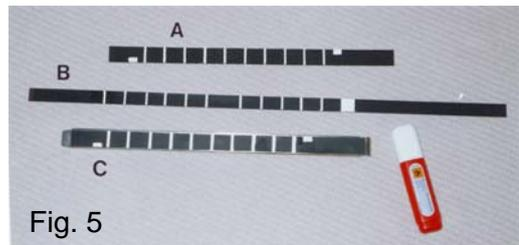

Fig. 5
Anfang und Ende der Reihe werden mit einem breiteren Strich (~5 mm) von etwas weniger als halber Höhe gezeichnet (Fig. 5 A und C). **Diese Anfang- und Endmarkierungen bestimmen zugleich die Position der ersten und letzten Fraktion in der Reihe.** Nach der Endmarkierung bewegt sich der Wagen sich zur nächsten Reihe und beginnt die erste Fraktion der neuen Reihe. Die genaue Position der Fraktionsnahme ist etwa 2 mm hinter der ersten Kante der weissen Linien.
Ähnlich wie der Fraktionsabstand, wird auch der Reihenabstand bestimmt. Die weissen Linien werden auf den längeren und schmalen Kodierungsstreifen in den vorher gemessenen Reihenabständen gezeichnet (Fig. 5 B). Die Linie, die der Position der letzten Reihe entspricht, wird nach hinten dicker gezeichnet (ca. 1 cm). Nach Ablesen von diesem Signal schaltet sich das Gerät nach Aufnahme dieser letzten Fraktionsreihe automatisch aus.
- Ziehen Sie den Kodierstreifenhalter (X-Achse) aus dem Wagen heraus (Fig. 7 D). Legen Sie den kurzen, breiteren Kodierstreifen (mit den weißen Linien nach oben) zentriert in den Halter ein (Fig. 5 C). Schieben Sie den Kodierstreifenhalter in den Wagen zurück, bis er einrastet.
- Nehmen Sie den weissen Korrekturstift, schütteln Sie ihn kräftig und probieren Sie ihn zuerst auf einem Papierstück aus. Anstelle der Bleistiftmarkierungen ziehen Sie gerade Linien über die ganze Breite des Kodierstreifens. Das Anfangssignal (auf der linken Seite auf der unteren Hälfte des Streifens) und das Endsignal (auf der rechten Seite auf der oberen Hälfte des Kodierstreifens) werden etwa auf 5 mm Breite und etwas weniger als halber Kodierstreifenhöhe markiert (Fig. 5 A). Diese Anfang- und End-Signale informieren den Mikroprozessor auf welcher Seite des Wagens sich der Reiter befindet.
Korrekturstift gerade Linien auf ganzer Streifenhöhe (Fig. 5 B). Verbreitern Sie die Linie der letzten Reihe nach hinten auf etwa 1 bis 1.5 cm (Stop Signal).